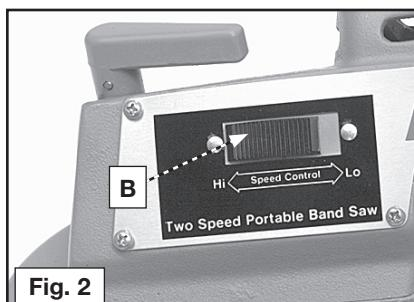

Fig. 2
La Sierra de Banda de Dos Velocidades viene con un cambio de velocidades (B) Fig. 2.